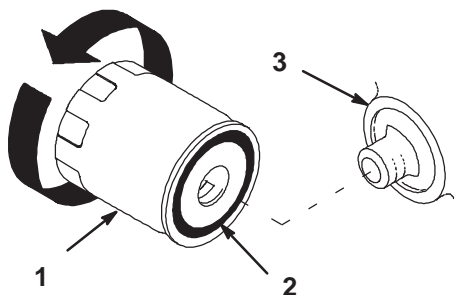

Figure 27
3. Déposez le filtre à huile usagé et essuyez la surface du joint de l'adaptateur (Fig. 27).
5. Appliquez une fine couche d'huile neuve sur le joint en caoutchouc du filtre de rechange (Fig. 27).
6. Posez le filtre à huile de rechange sur l'adaptateur. Tournez le filtre dans le sens horaire jusqu'à ce que le joint rejoigne l'adaptateur, puis donnez 1/2 tour supplémentaire (Fig. 27).